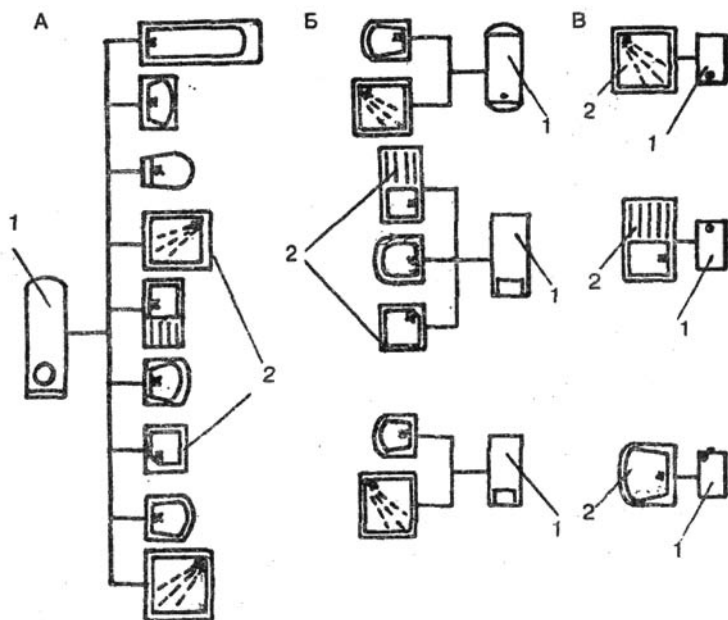

Рис. 27. Схемы установки водонагревателей:
2. установка водонагревателя накопительного типа (рис. 27 А);
4. монтаж нескольких проточных нагревателей (рис. 27 Б, В);